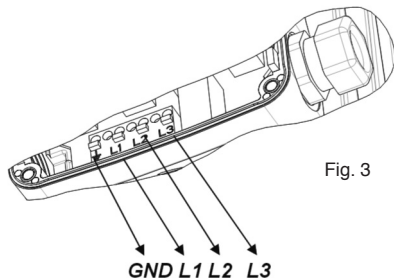

Fig. 3
- la bomba debe ser montada directamente sobre los tubos manteniendo el eje de la bomba 1-1 horizontal (fig.3).
La conexión a la red eléctrica se debe efectuar de acuerdo con el esquema de conexión (fig.3) que aparece en la parte inferior de la tapa del motor. Antes de realizar la conexión es necesario desenroscar la tapa superior (fig. 1 - POS. 2)